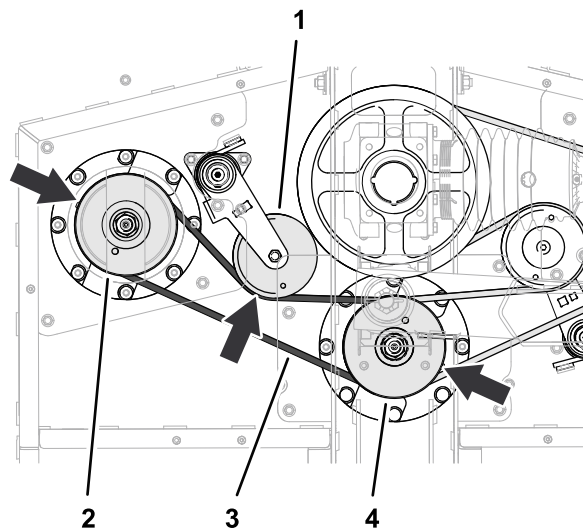

図 67
1. 短いベルトを、左スピンドルプーリと、中央スピンドルプーリの下側の溝にセットする 図 67。
2. バールなどを使って短いベルトのベルトテンショナを左に回して、テンショナのプーリにベルトを取り付ける 図 67。